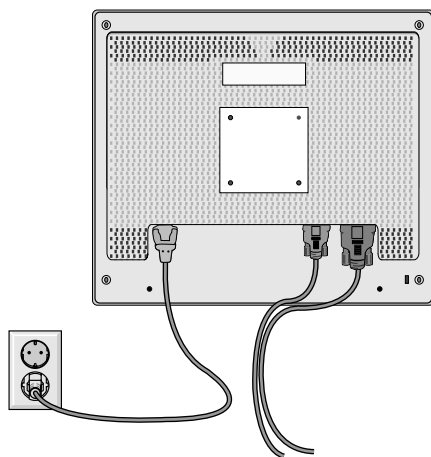

Rysunek S.3
3. Usunąć dwa elementy plastikowych części. Używając palców przepchnąć je odrobinę dalej od stojaka (A). Następnie popchnąć je ku górze (B) (**Rysunek S.3**).